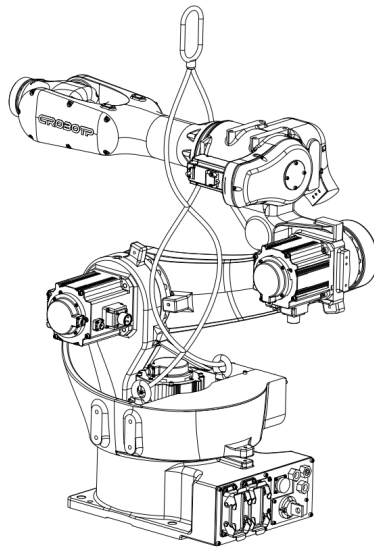

图 3.1.1 机器人搬运姿态
- (1) 必须把机器人调整到搬运姿态（参考图3.1.1）。
- (2) 锁紧机器人腰部的吊环；
- (3) 用满足机器人搬运要求的吊带或者钢丝绳，穿过吊环；
- (4) 在吊带与机器人本体有接触的地方，垫上缓冲材料；
- (5) 搬运时，必须缓慢平稳，防止机器人在搬运过程中晃动。
- (2) 使用能够承受机器人重量的托盘。
- (3) 将机器人用M16螺栓固定在托盘中间。禁止在托盘边沿放置机器人。
- (4) 搬运时，必须缓慢平稳，防止机器人在搬运过程中晃动。